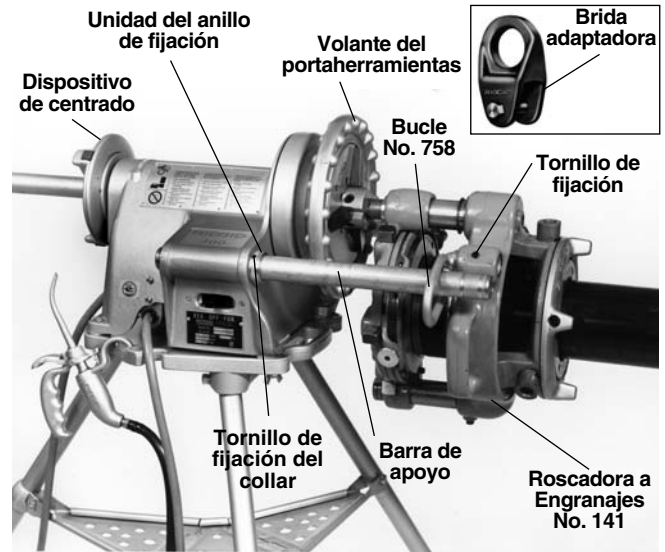

Figura 19 – Roscadora a engranajes No. 141 acoplada al Accionamiento Autopropulsado con el método cercano
4. Roscadoras a Engranajes No. 141 (*Figura 19*): Tire de la barra de apoyo en el lado del interruptor y asegure el anillo de fijación contra el cuerpo del Accionamiento Autopropulsado con los tornillos de fijación.
5. Roscadoras a Engranajes No. 141 (*Figura 19*): Deslice el bucle (abrazadera) No. 758 sobre la barra de apoyo y asegúrelo en el bucle de la caja de engranajes con los tornillos de fijación.
¡NOTA! Use la Brida Adaptadora No. E-3675 (*Figura 19*) en lugar del bucle No. 758 en todas las Roscadoras 4P que no tienen un agujero para el bucle en la caja de engranajes.